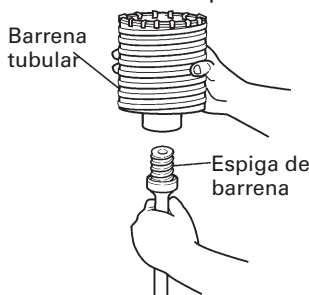

Fig. 13
- (1) Montar la barrena tubular en su espiga. (Fig. 13)